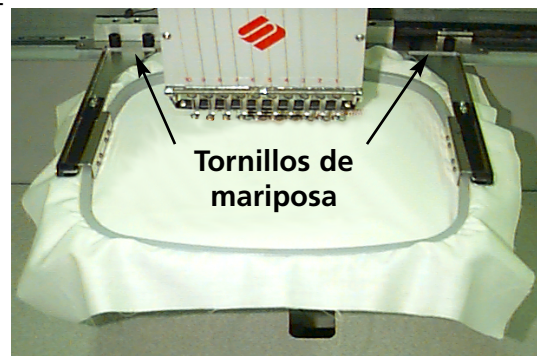

Figura 2-10
2. Conecten los brazos de los soportes del bastidor tubular con los orificios adecuados en el carro X para el bastidor seleccionado. Utilicen los dos tornillos de mariposa para cada brazo del soporte (vean la Figura 2-10). Asegurense que las abrazaderas (en las extremidades de las cuales será conectado el bastidor tubular) estén apuntando hacia ARRIBA.
2. Aparten los brazos de los soportes del bastidor tubular de la parte delantera del carro X. Quiten los dos tornillos de mariposa que sostienen cada brazo de soporte (consulten la Figura 2-10).